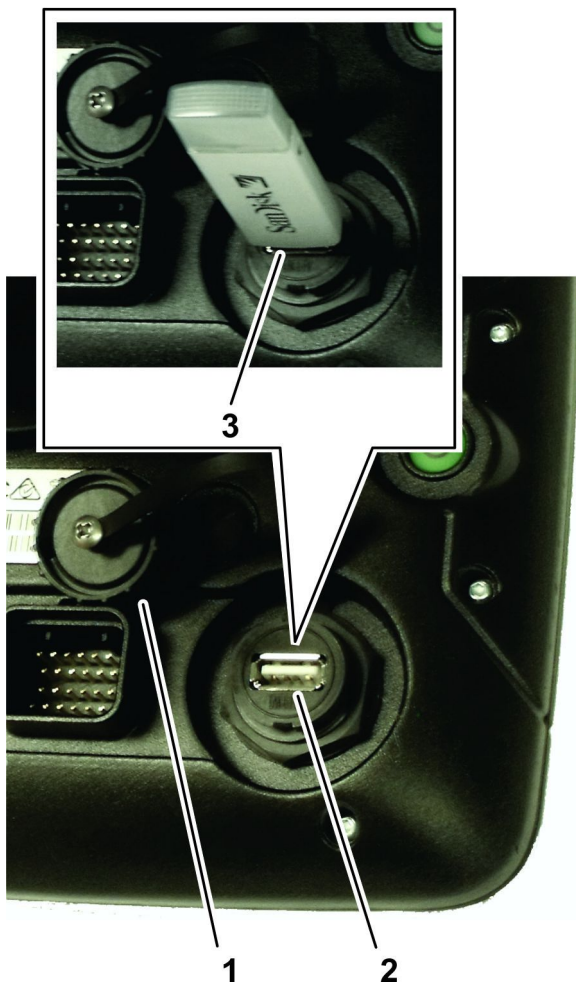

Figure 22
1. Retirez l'obturateur du port USB situé sous le bouton d'alimentation (Figure 22).
2. Insérez un périphérique de stockage USB dans le port USB (Figure 22).